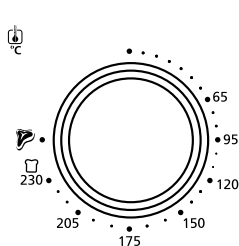

Figura 1
2. **Botão da temperatura/ para selecionar as funções** - Ajuste o botão para selecionar a temperatura desejada. Gire o botão para selecionar a função desejada. (veja a figura 1)